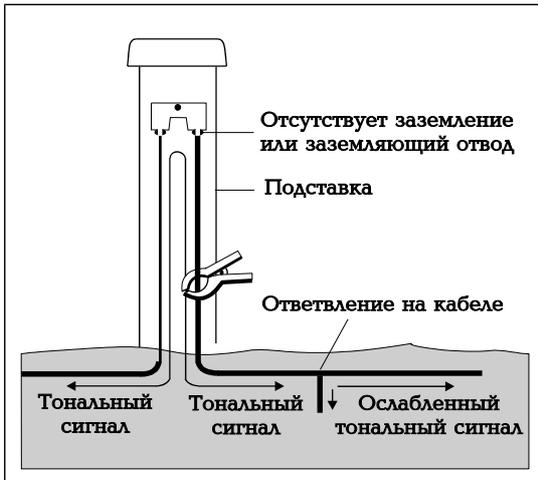

Рис.14. Ослабление сигнала на ответвлении кабеля.
4. Ослабление тонального сигнала на ответвлении: Когда тональный сигнал подается на кабель, имеющий ответвление, этот сигнал расщепляется и в каждом из проводников после точки ответвления степень его ослабления зависит от длины и размеров соответствующего проводника (см. Рис.14).